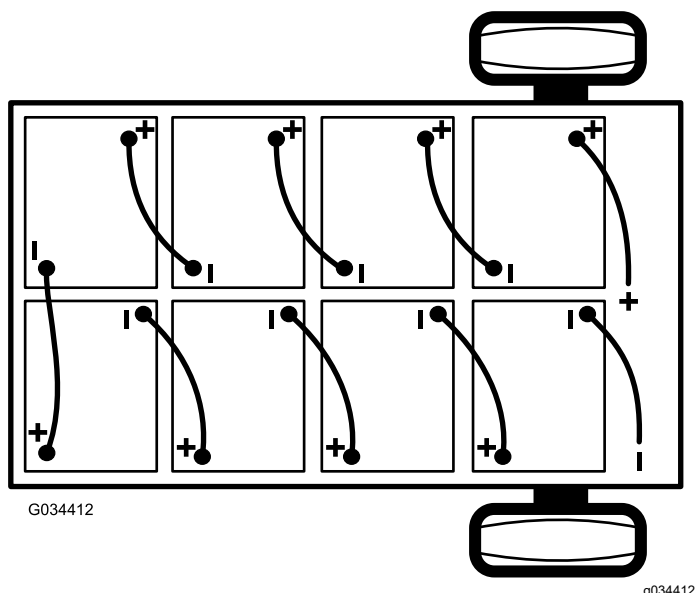

Figura 40
2. Desconecte el cable negativo principal (negro) de las baterías que conecta el banco de baterías a la conexión de tierra de la máquina (Figura 40).
3. Desconecte el cable positivo principal de la batería (rojo) que conecta el banco de baterías al contactor principal de la máquina (Figura 40).
Nota: Preste atención a la polaridad de las baterías al instalar las baterías nuevas (Figura 40).
6. Conecte las baterías entre sí como se muestra en Figura 40 con los cables de interconexión de las baterías que retiró en el paso 1.
2. Conecte el cable positivo principal de las baterías (rojo) entre el banco de baterías y la máquina (Figura 40).
3. Conecte el cable negativo principal de las baterías (negro) entre el banco de baterías y la máquina (Figura 40).